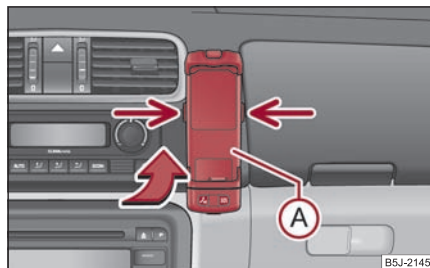

Fig. 137 Adaptare universală pentru telefon
- Împingeți mai întâi adaptorul (A) în sensul săgeții ⇒ fig. 137 în suport. Apăsăți ușor adaptorul pentru a vedea dacă s-a fixat.
- Așezați telefonul în adaptorul (A) (conform instrucțiunilor producătorului).
- Apăsăți simultan elementele de blocare laterale ale suportului și scoateți telefonul cu adaptorul ⇒ fig. 137.